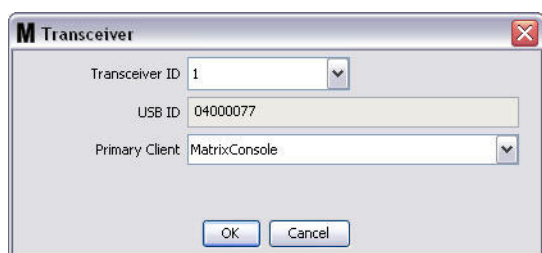

FIG. 88
3. Aparecerá la pantalla Modificar representada en la FIG. 88. En esta pantalla usted puede modificar la ID de transceptor asignada al transceptor y asignar un Cliente principal. Aunque la ID de USB aparece en la lista de esta pantalla, no es un campo editable. Solamente proporciona información.